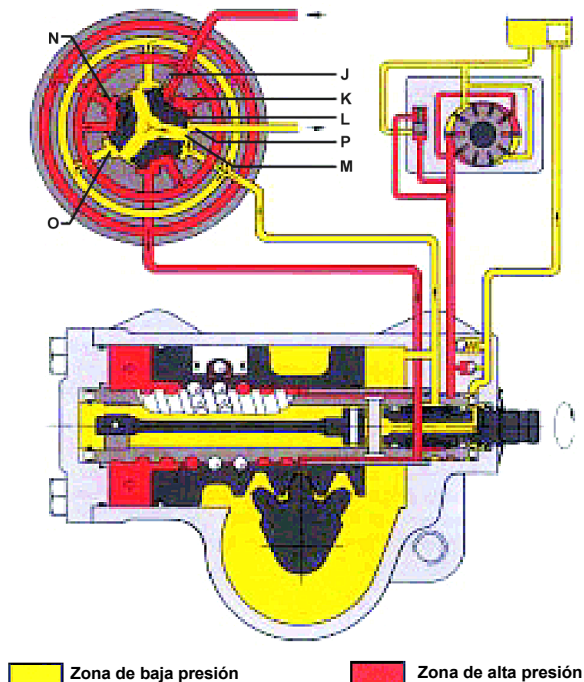

Figura 3
Al mover la dirección en sentido horario, el pistón del cilindro de trabajo es desplazado para la derecha (figura 3).
En la posición descrita de la válvula rotativa (figura 3), el aceite bajo presión es enviado a través de las aberturas de admisión (K) a la ranura radial inferior (N) del manguito de comando, alcanzan a partir de ahí al cilindro izquierdo y así producir el auxilio hidráulico. Las aberturas de entrada (J), cerradas impiden que el aceite pueda escurrir hacia el depósito.